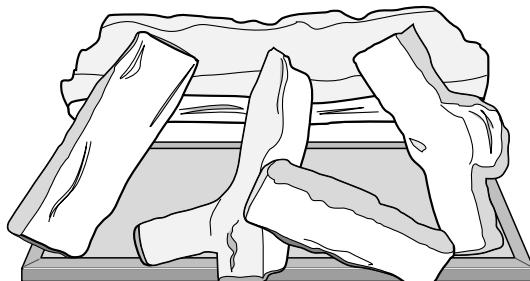

Abb.3 Einlegen des Holzsets
**Beachten Sie:** Um eine gute Verbrennung zu gewährleisten, darf das Holzset nur auf die von FABER vorgeschriebene Weise eingelegt werden (siehe Abb. 3). Eine andere Aufstellung kann zu rußen führen.